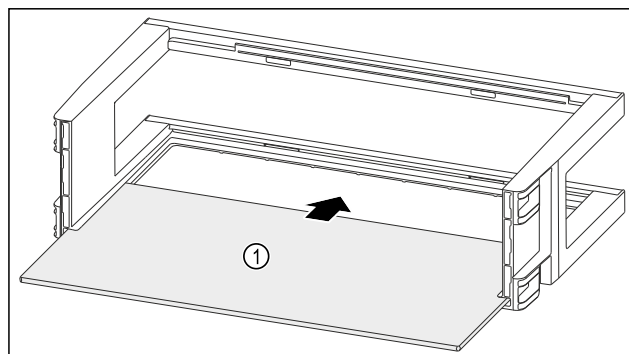

Fig. 97
- ▶ Odkládací plochu Fig. 97 (1) zasuňte do bočních vybrání.